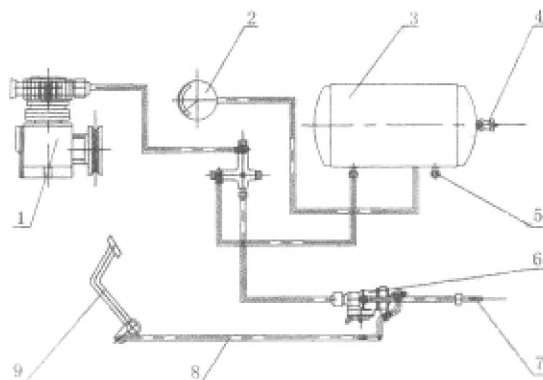
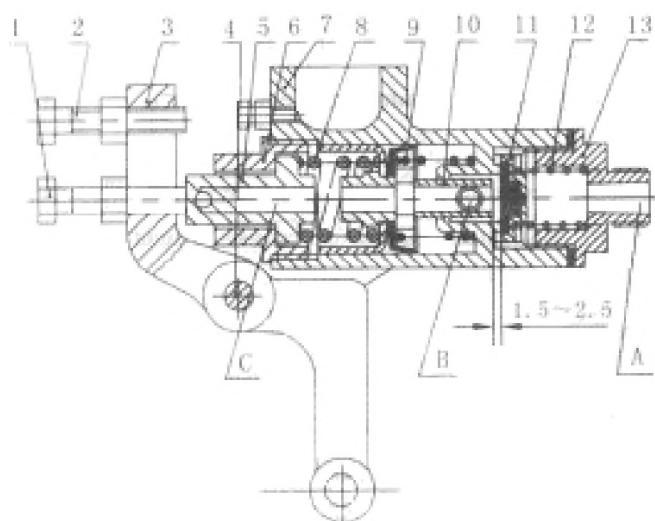

Рисунок 4-16. Схема тормозной системы прицепа.
Рисунок 4-17. Тормозной клапан.
Устройство пневматического тормоза прицепа – это торможение при помощи воздуха. Оно состоит из воздушного компрессора (1), воздушного ресивера (3), тормозного клапана (6), манометра (2), трубок и т.д. (рисунок 4-16).
В тормозной системе давление воздуха используется для приведения в движение тормозов на колесах трактора для остановки машины. Давление воздуха создается воздушным компрессором и передается в воздушный ресивер через трубки. Затем воздух поступает в воздушный канал тормозной системы колес прицепа через отверстие тормозного клапана (отверстие В рисунок 4-17). Выжмите педаль тормоза, шарнирный шток (8) (рисунок 4-16) толкает рычаг (3) (рисунок 4-17) и вращает штифт вала (4). Это заставляет регулировочный болт тормозов (1) давить на тормозной шток (5) и нажимать на балансирующую пружину (12), давить на цилиндр (10), сжимать возвратную пружину (9), давить на седло клапана (11) (нажимать на входную пружину (12)) и открывать проход для давления воздуха. Давление воздуха в воздушном ресивере проходит в левую и правую тормозную систему через отверстия «А», седло клапана, отверстие «В», выпускную трубку тормозного клапана (7) (рисунок 4-16) и распределитель. Давление воздуха толкает тормозной шток толкателя для торможения прицепа.
соединяя с клапанным каналом клапанного блока. Воздушный проход из воздушного ресивера в левую и правую тормозные системы закрыт. Вышедший воздух из левой и правой тормозной системы направляется через трубки, клапанный канал тормоза «В», внутреннее отверстие цилиндра золотника и внутреннее отверстие «С» штока толкателя (рисунок 4-17).